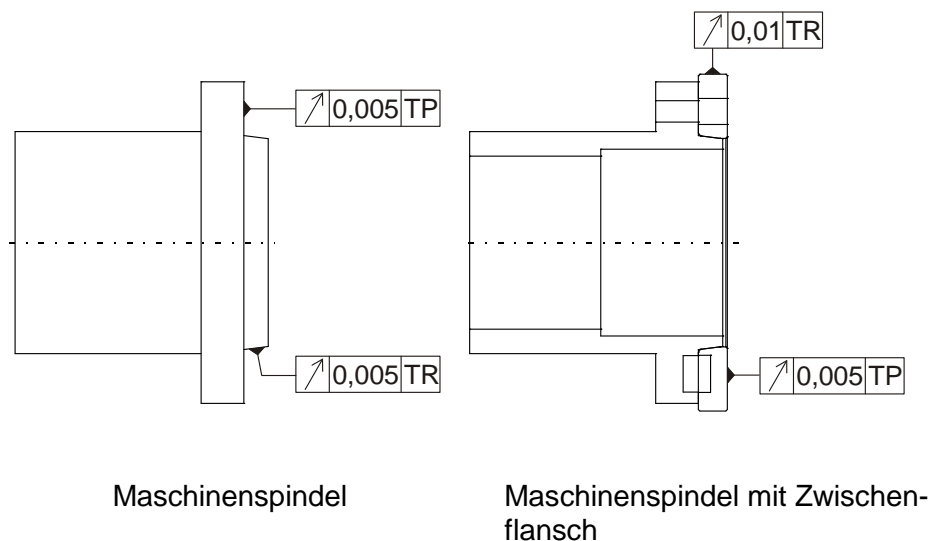

Abb. 3-2: Prüfung von Rund- und Planlauf
- Schritt 2** Bringen Sie das Zugrohr (2) in die vorderste Stellung und schrauben Sie den Adapter (3), nachdem Sie das Gewinde zur Vorbeugung gegen Festrosten/Festfressen mit Kupferpaste eingestrichen haben, auf das Zugrohr.
- Schritt 3** Befestigen Sie den Zwischenflansch (4) auf der Spindel (falls das Futter nicht direkt mit der Spindel verschraubt wird) und prüfen Sie Rund- und Planlauf gemäß Abb. 3-2.
- Schritt 4** Entfernen Sie die Dichthülse (1) vom Spannfutter, damit Sie später (siehe Schritt 7) die Nutmutter (5) aufdrehen können.